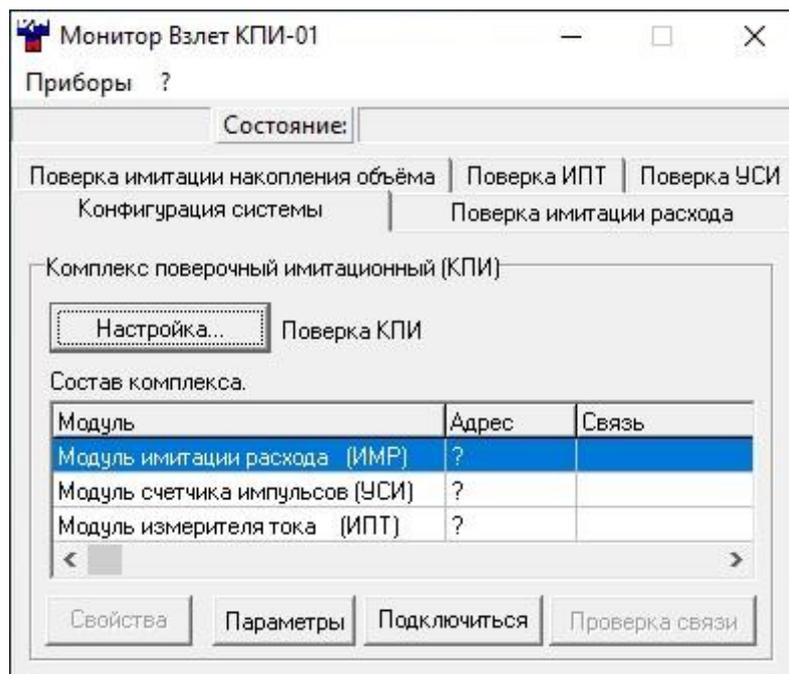

Рис.15. Вид основного окна для целевой задачи «Поверка КПИ».
- запустить на ПК программу «Монитор Взлет КПИ-01» и выполнить ее настройку. Порядок работы с ПО описан в разделе 2.4.1. Для проведения поверки выбирается целевая задача **Поверка КПИ** (рис.3). Основное окно будет иметь вид, представленный на рис.15.